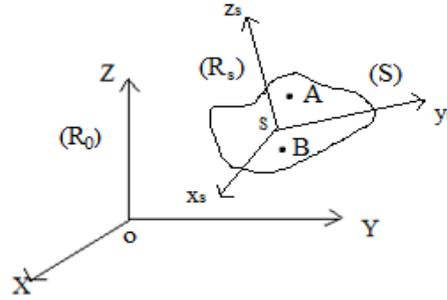

Figure IV.6
Considérant un repère fixe $R_0(O, x, y, z)$ et un repère mobile $R_S(s, x_s, y_s, z_s)$ relié au solide indéformable (S) qui est en mouvement par rapport à R_0 . Soit A et B deux points de ce solide (Figure IV.6) :